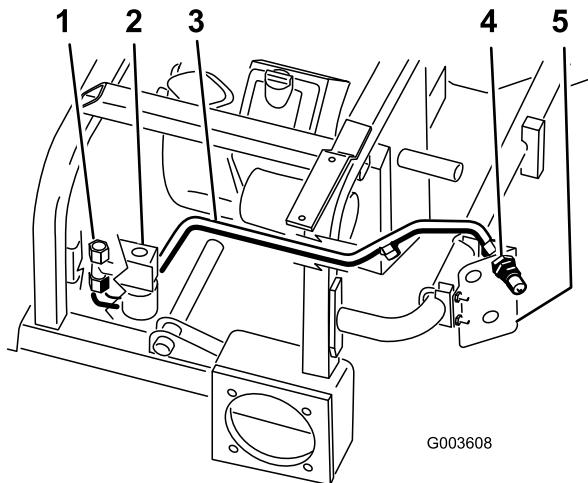

Figura 15
2. Posicione o tubo hidráulico número 1 na máquina como se mostra na Figura 15.
3. Instale o tubo hidráulico número 1 na união em T montada no lado da válvula (Figura 15).
4. Instale o tubo hidráulico número 1 no conector superior macho (Figura 15).